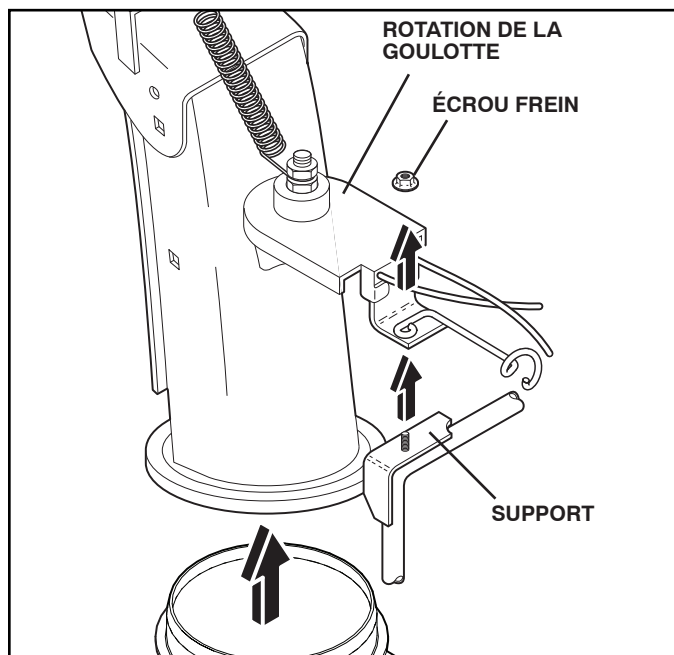

FIG. 19
2. ENLEVER LA GOULOTTE D'ÉVACUATION – Desserrer le contre-écrou qui retient la tête de rotation de la goulotte au support de montage. Desserrer-la juste assez pour permettre à la tête de rotation de la goulotte d'être surélevée et que la goulotte d'évacuation puisse être enlevée de sur la souffleuse à neige (Voir la Fig. 19).